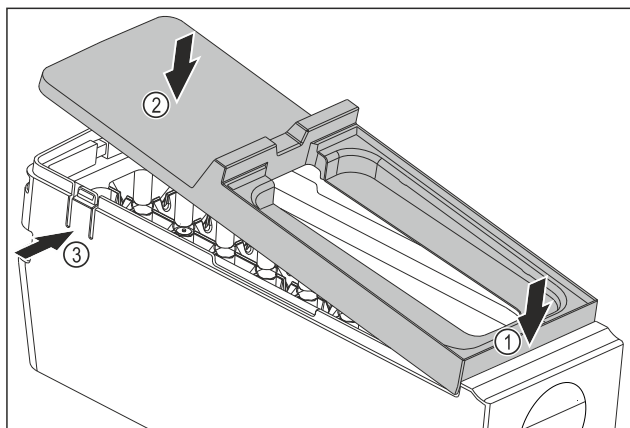

Fig. 139
- ▶ Встановіть кришку корпусу EasyTwist-Ice: Прикріпіть кришку спереду. Fig. 139 (1)
- ▶ Опустіть кришку ззаду. Fig. 139 (2)
- ▷ Кришка зі звуком фіксується в обох виступах Fig. 139 (3).